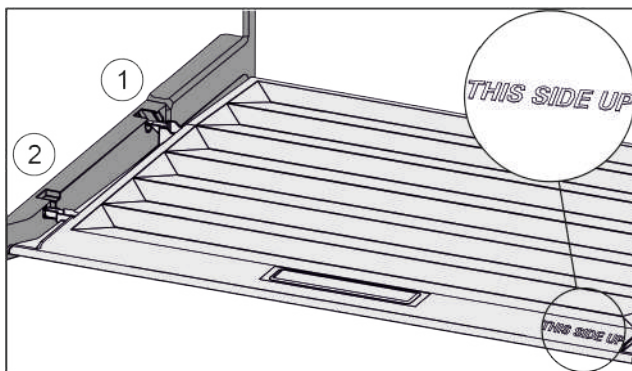

Fig. 135
- ▶ Prečke poklopca uvedite preko otvora stražnjeg držača Fig. 135 (1) i uglavite ih u držač Fig. 135 (2).